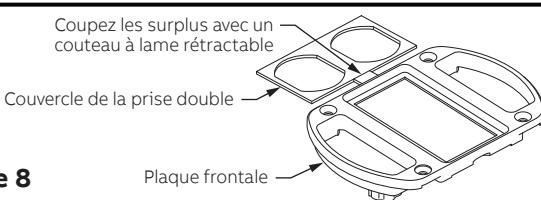

Figure 8
10. Découpez le couvercle de la prise double de la plaque frontale avec un couteau à lame rétractable. Placez le couvercle de la prise double avant d'installer la plaque frontale (voir les Figures 8 et 9).